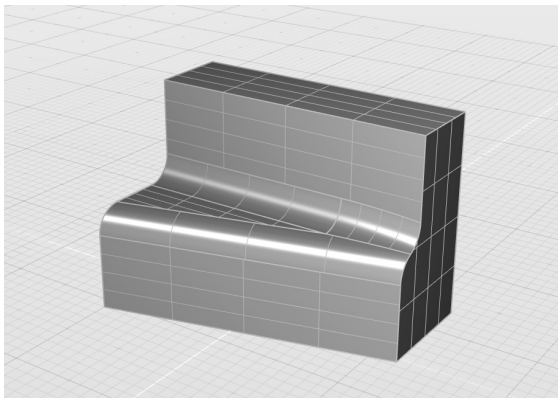

图 4-173 勾选“先建凸圆”复选框后的倒圆角结果
5) 当勾选“先建凸圆”复选框时，再次运行倒圆角，则可获得图 4-173 所示的结果。